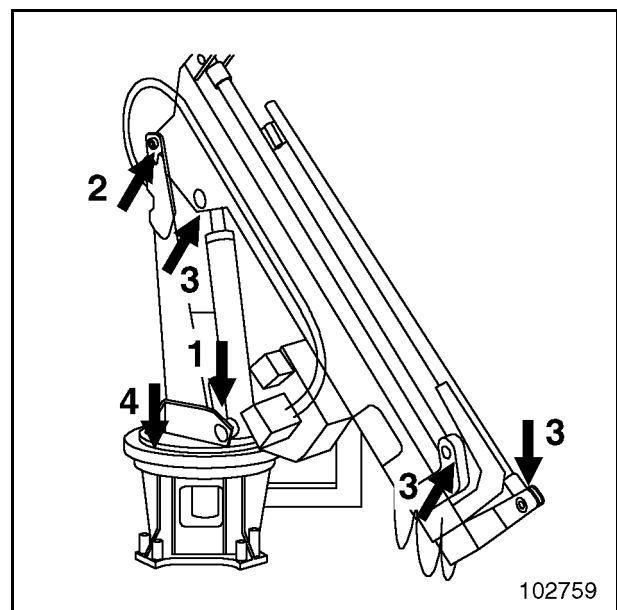

Fig. 3-155
- Regelmäßig und bei Bedarf alle Lager abschmieren und den Drehkranz mit einem Graphitspray einsprühen (Fig. 3-155)